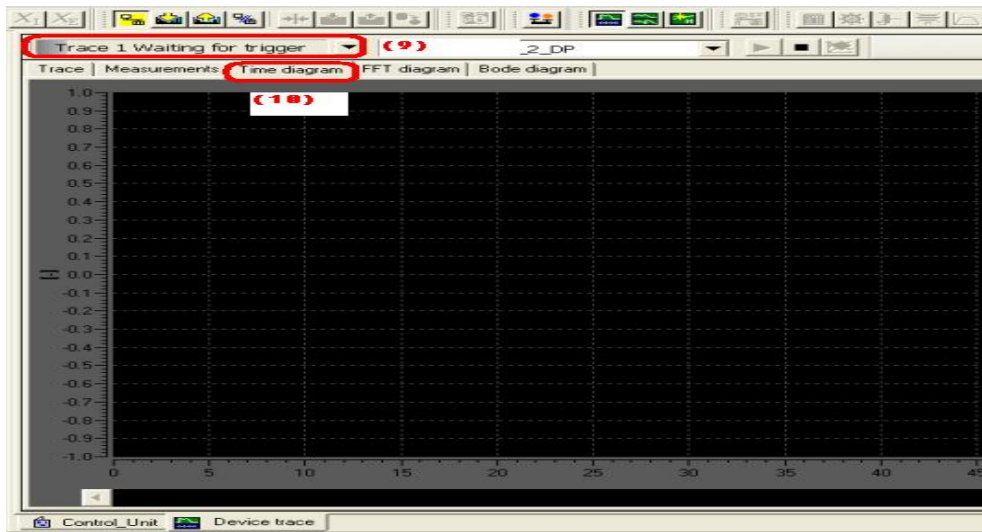

图 2
- (9) 等待触发，见图 2；
- (10) 没有故障发生，所以表格里没有记录曲线，见图 2；